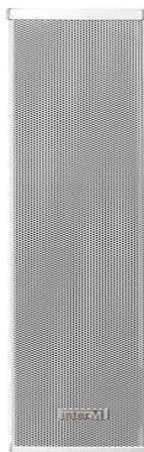

Рисунок 5. Громкоговоритель CU-920HV
3.3 Уличный всепогодный громкоговоритель CU – 920HV (рисунок 5) является двухполосной акустической колонкой, предназначенной для воспроизведения речевых сообщений и музыкальных программ в трансляционных сетях и системах оповещения.